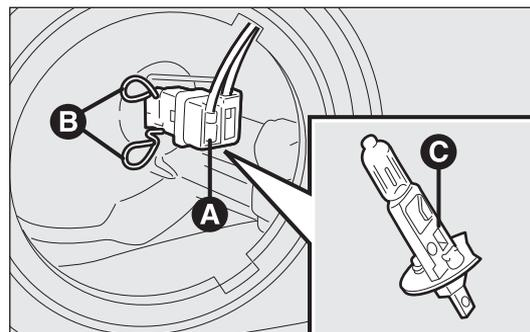

Abb. 188
- den elektrischen Steckverbinder A-Abb. 188 abziehen;